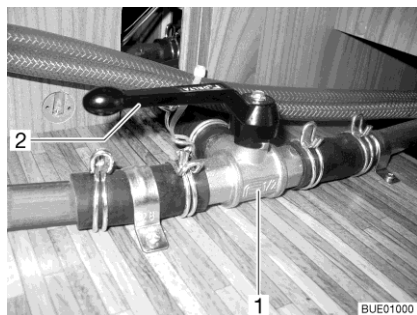

Fig. 219 Valvola a 3 vie
- Posizionare la leva (Fig. 219,2) della valvola a 3 vie (Fig. 219,1) parallela alla direzione di flusso diretta (Fig. 219).
- Posizionare la leva (Fig. 219,2) della valvola a 3 vie (Fig. 219,1) trasversale alla direzione di flusso diretta.